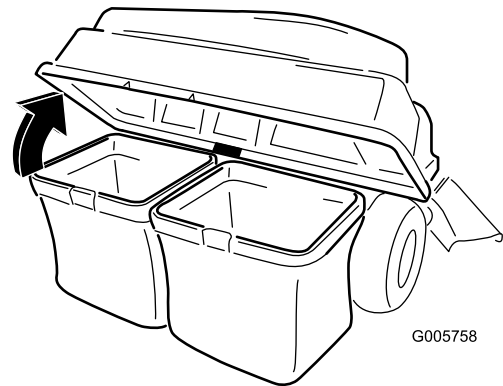

Figura 32
3. Alzate il coperchio del sistema di raccolta per aprirlo (Figura 32).